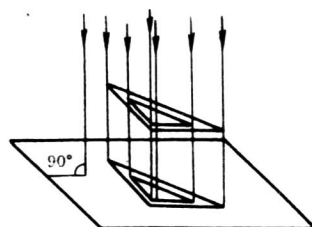

图 1-1 正投影
(1) 正投影 当投影线互相平行，并与投影面垂直时，物体在投影面上所得的投影称为正投影（见图 1-1）。